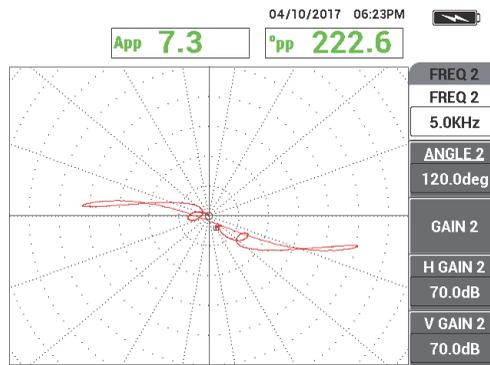

Figura 5-167 Il segnale della scansione della frequenza 2 dell'anello di supporto
5. Quando si ottiene un segnale ottimale, premere il tasto FREEZE (❄) per consentire l'acquisizione del segnale (vedere Figura 5-167 a pagina 259).